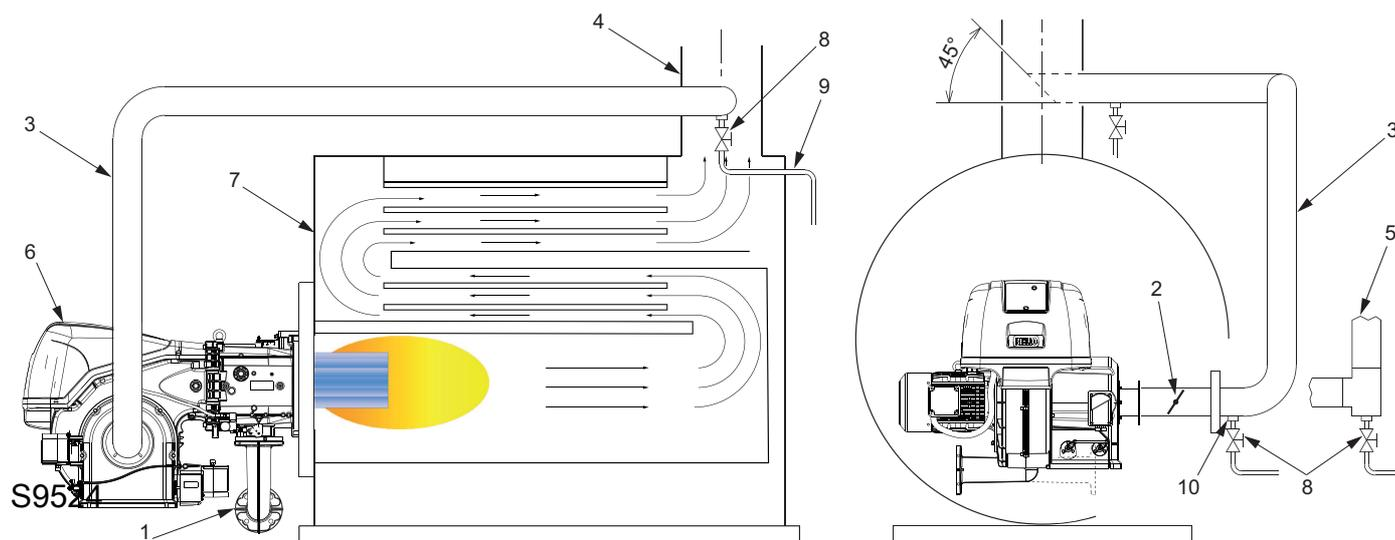

图 19
- 通常，管路与烟道连接如图 19 所示，其中 45° 切割面向烟气气流方向且切割面中心位于烟道中心。
图例 (图 19)